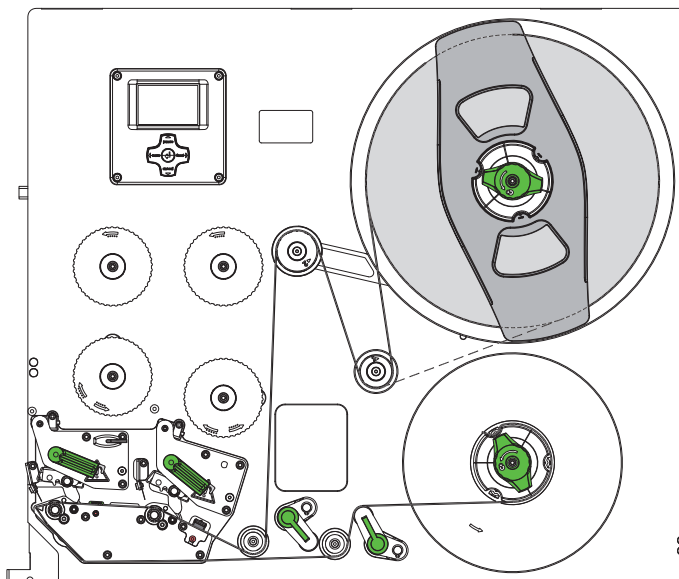

Figura 8 Paso de las etiquetas
2. Girar la palanca (13) en sentido horario para apartar el rodillo de compresión (12) del rodillo de retirada (11).
3. Colocar la guía (8) totalmente hacia fuera girando el husillo (9) con la llave (3).
5. Llevar la tira de etiquetas (6) a la unidad de impresión según la Figura 8. La línea de puntos se aplica a las etiquetas con bobinado interior.
6. Pasar la tira de etiquetas por el sensor de etiquetas (10) hasta el borde dispensador (7) y deslizarla hasta el tope de la pared de montaje. El lado de impresión de las etiquetas debe verse desde arriba.
7. Empujar la guía (8) contra el borde exterior de la tira de etiquetas girando el husillo (9).
8. Deslizar las etiquetas por encima del borde dispensador (7) hasta que la franja pase por el sistema de tracción y llegue al rebobinador interno. Retirar las etiquetas del material de soporte que sobresalga del borde dispensador.